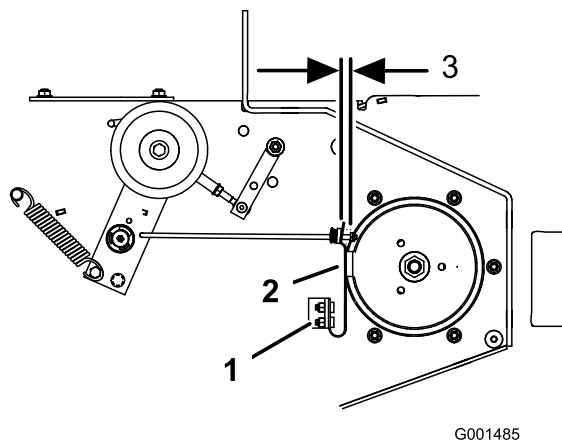

Figura 54
3. Si es necesario, ajuste los pernos de montaje del muelle hasta que la pastilla de freno de la cuchilla roce contra ambos lados de la ranura de la polea (Figura 54).
4. Ajuste la tuerca del extremo de la varilla de freno de la cuchilla hasta que quede un espacio de 3 mm – 5 mm (1/8" – 3/16") entre la tuerca y el espaciador (Figura 54).